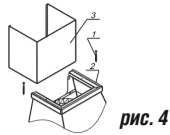

рис. 4
6.1 Для КВ: Вилла 50, Вилла 60, Вилла Фрукты 60, Вилла Валенсия 60, Вилла Веда 60, Вилла Луизиана 60, Бельведер 60 (Флореале, Валенсия), Камин Грань 60/90. Прежде чем навесить кухонную вытяжку, установите фальштрубу (рис. 4). Отверните винты - 1, которые крепят верхнее обрамление - 2. Установите фальштрубу - 3 на обрамление и прикрутите обрамление вместе с фальштрубой.